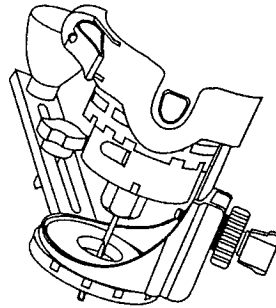

Fig. 13
4. Apoye el borde de la bancada sobre la pieza de trabajo, con la broca inclinada a unos 45° (ver la fig. 13). Inserte la punta de pivote del cortador de círculos en el orificio piloto perforado en el centro del círculo.